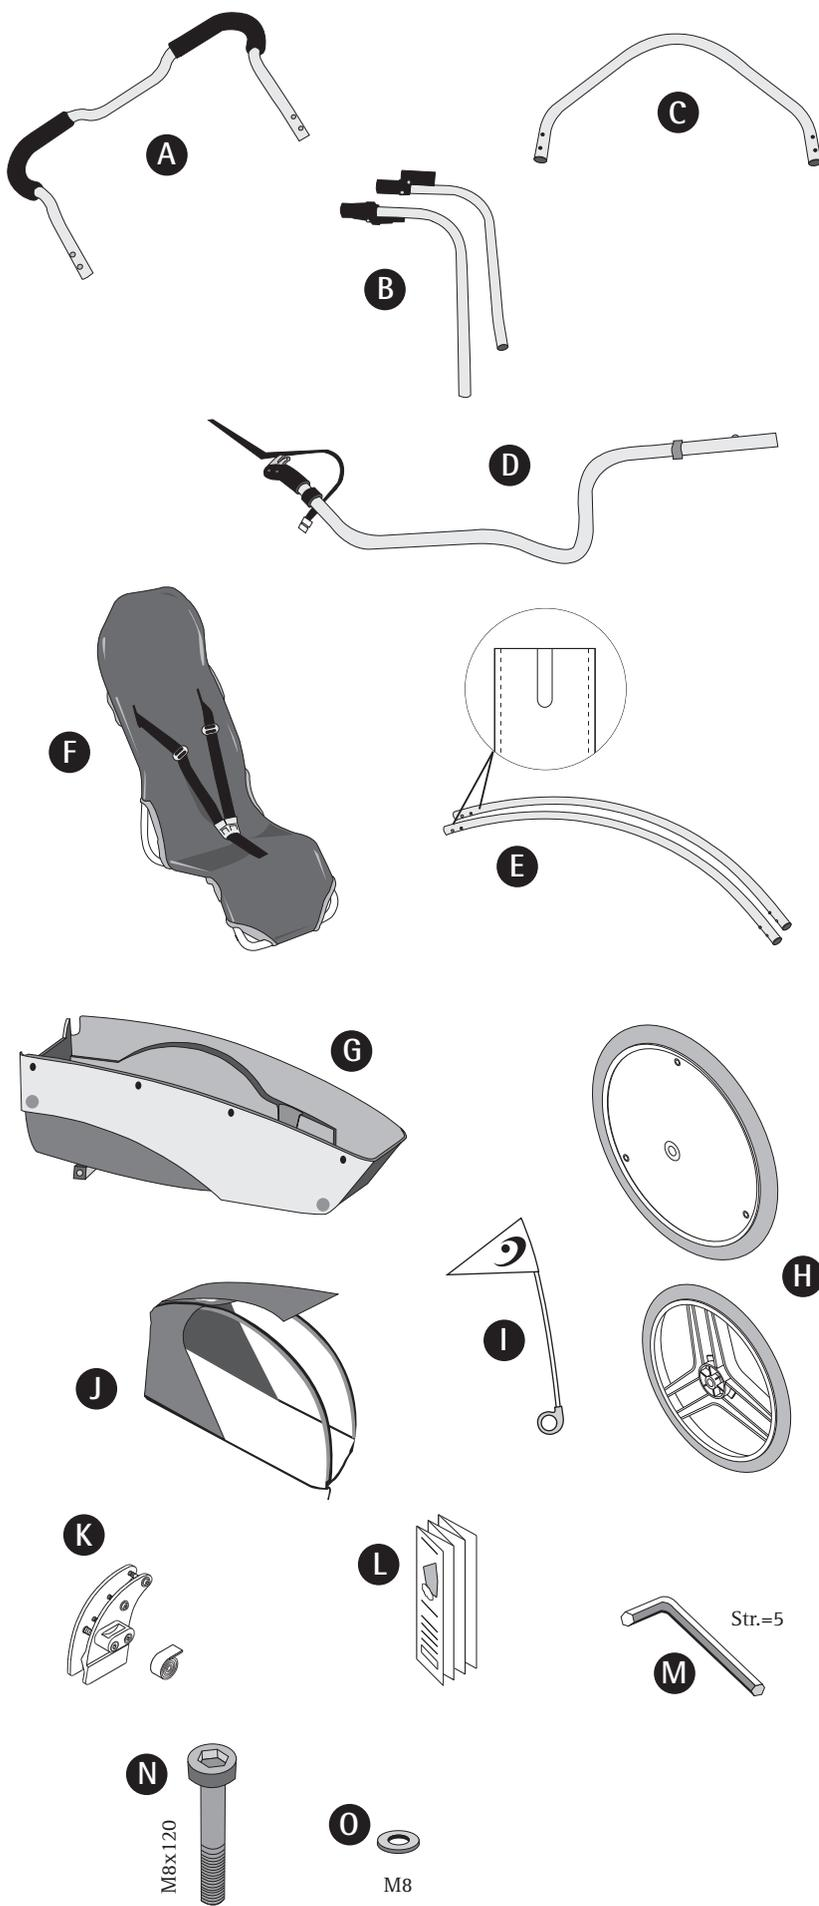

Fig. 1
Leveringsomfang (fig.1)
- 1 Forbered taget (J) som vist på billedet, og åbn lynlåsene. Før derefter tagbøjlerne (E) ind i løbegangene på indersiden af stoffet. Kærven på tagbøjlerne skal vende opad. (Fig. 1)
- 2 Skyd nu enderne på tagbøjlerne ind i enden på tagsamlingsstykket, der sidder på den formonterede tagstiver (C) og bagstiverne (B). Klik knapperne på.
- 1 Hardtoppen er monteret på chassiset i køreklar tilstand. Snaplåsen på bagenden kan åbnes og lukkes med et lille ryk. De medfølgende hjul (E) er nemme at montere. De monteres med de medfølgende skruer M8x120 (H) med mellemlægsskive (I) og den tilsvarende nøgle (J).
- 2 Nu kan den medfølgende trækstang (C) nemt sættes ind i den formonterede stangholder. Klik knappen hørbart på og luk spændet (fig. 1).